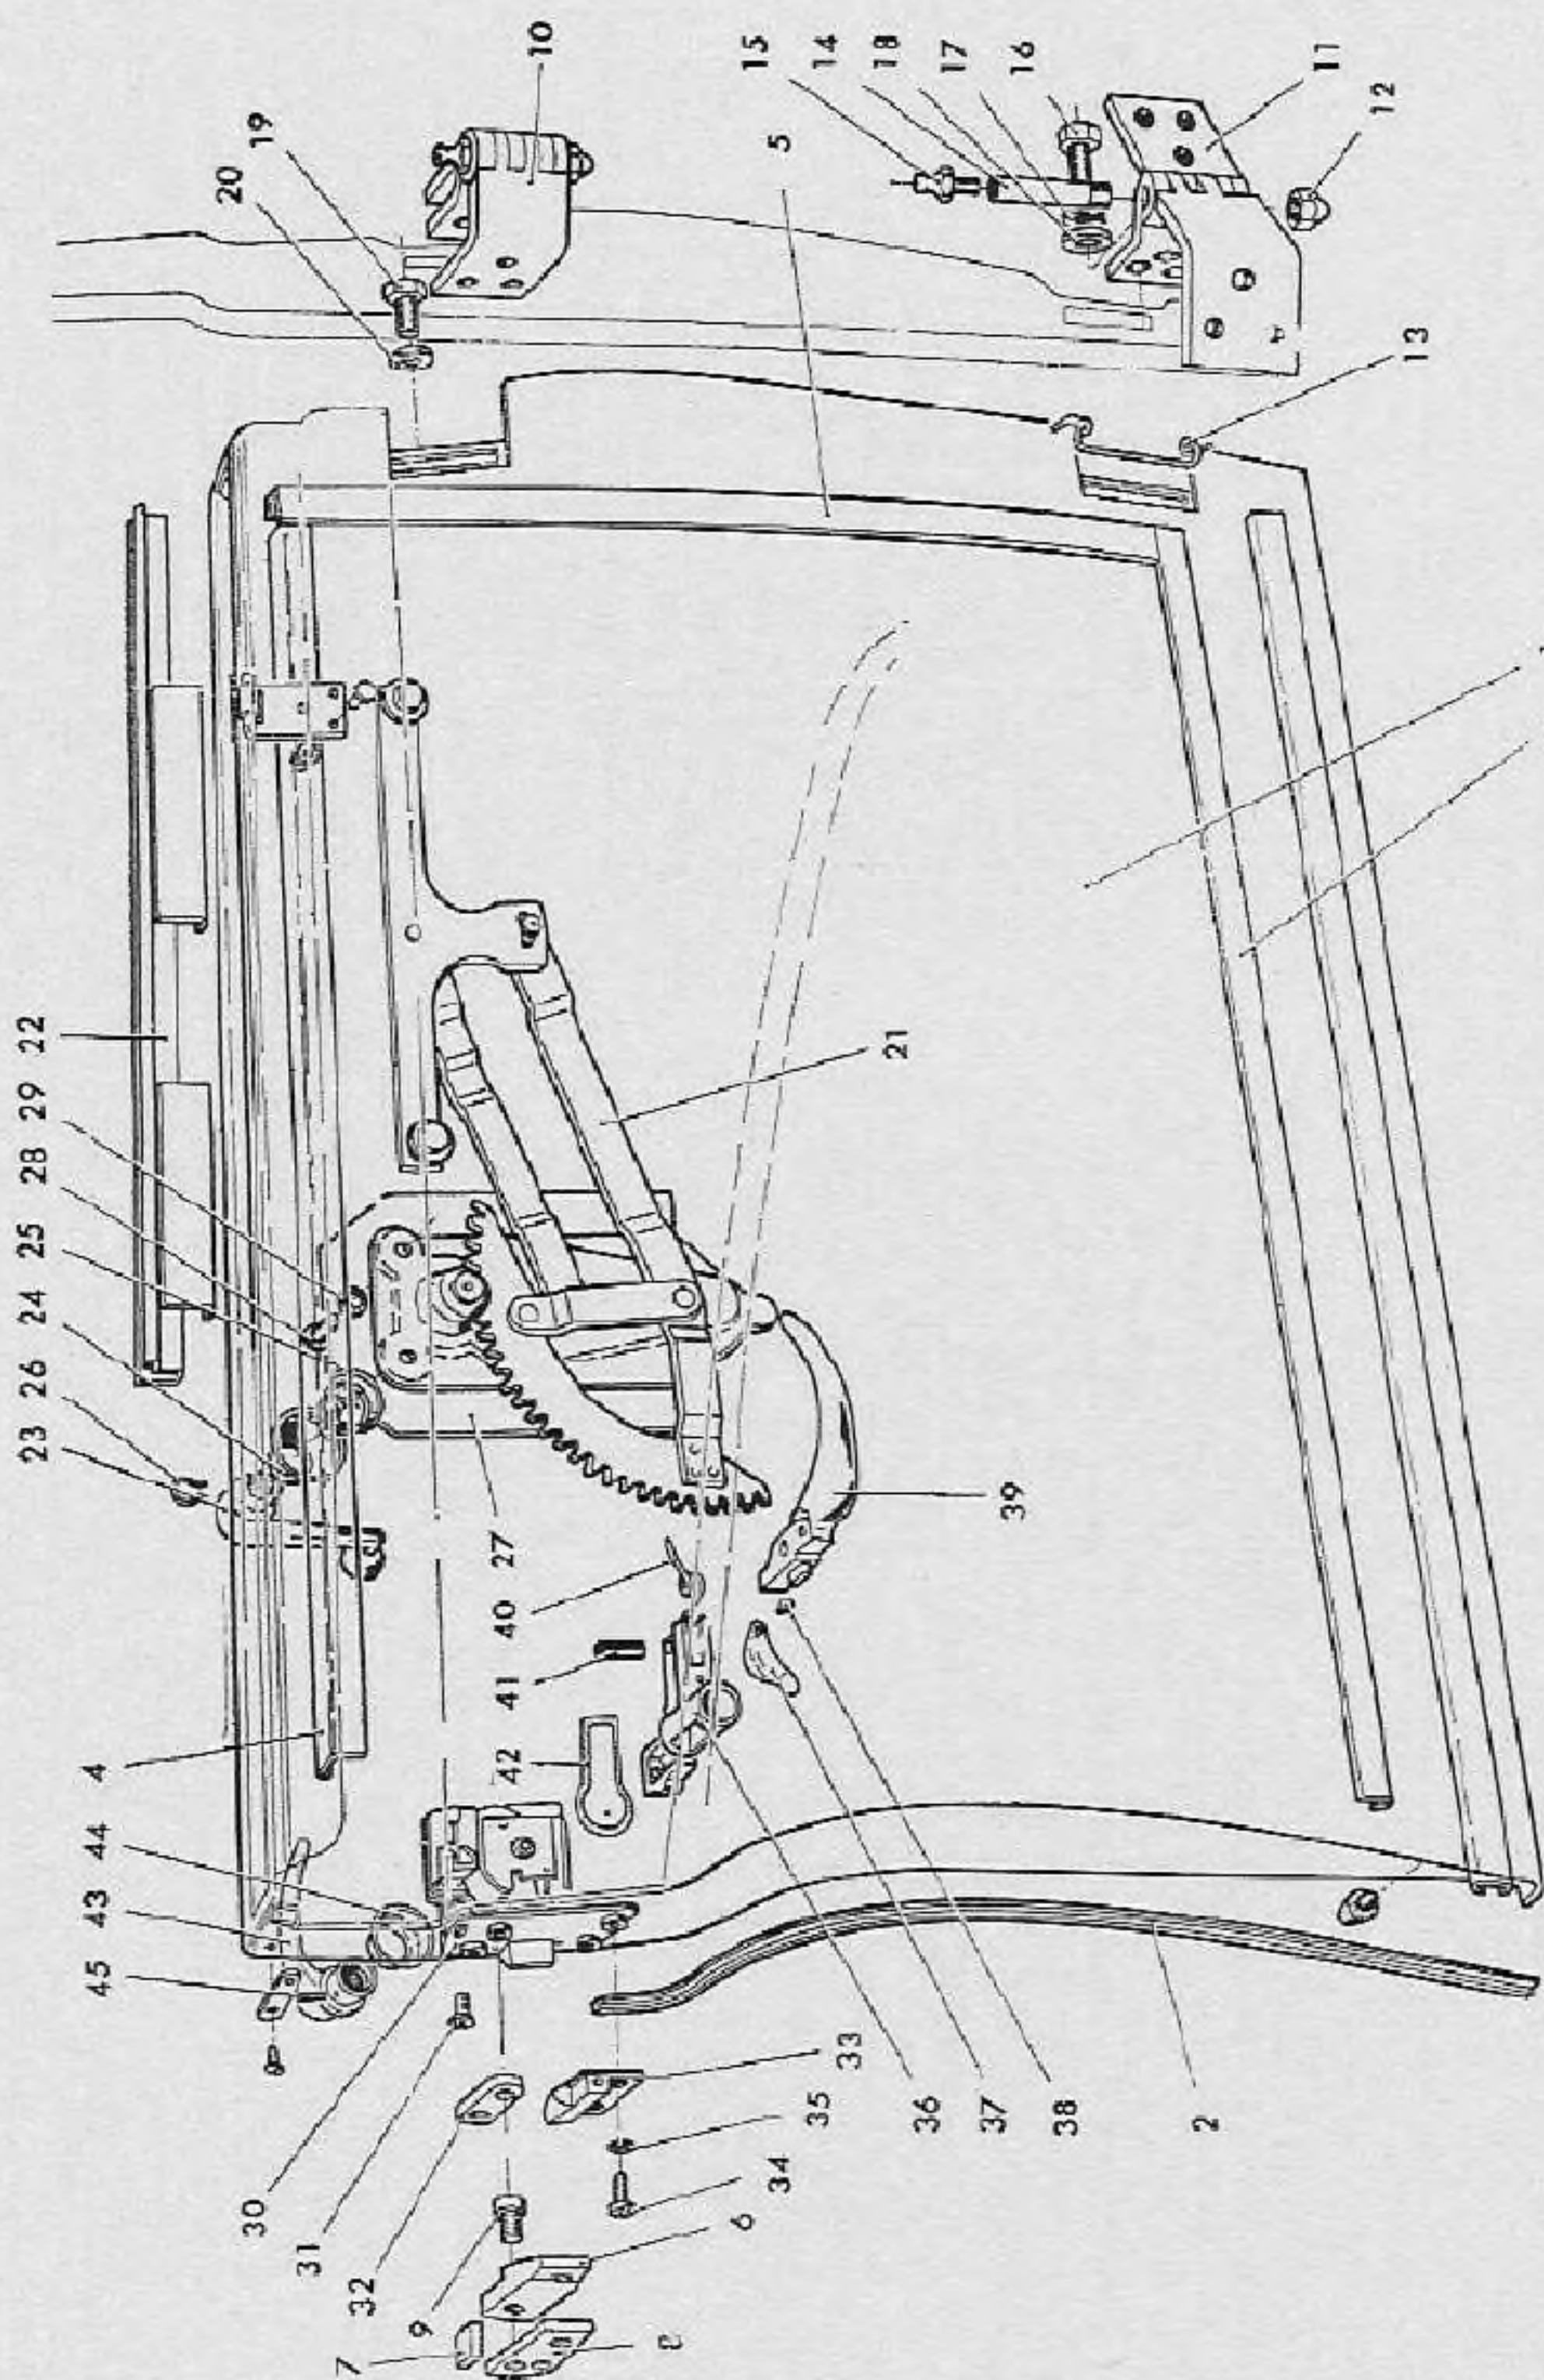

Fig. 227. — Puerta delantera del Sedan AU 1000 4p.
1. Quitar las manijas interiores de la cerradura y del aparato elevador. Para desmontar la manija de la cerradura, ejercer presión sobre la roseta (44, fig. 227) hasta que quede al descubierto el perno pasante (45), el cual se extrae con un punzón delgado. Repetir el procedimiento de ejercer presión en la roseta con el aparato elevador y luego, con un gancho de alambre de extremo aplanado, quitar el "clip" (26, fig. 227), deslizando la manija hacia afuera sobre el perno-eje.